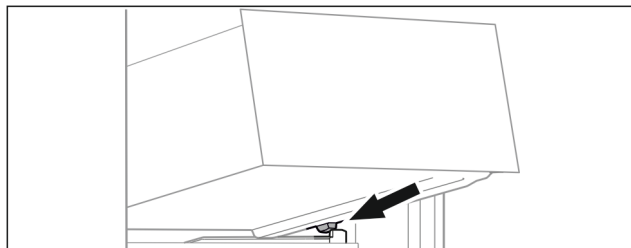

Fig. 27
- ▶ Nasadte zásuvku šikmo za zarážky na žebrování na nádoby. (viz Fig. 27)